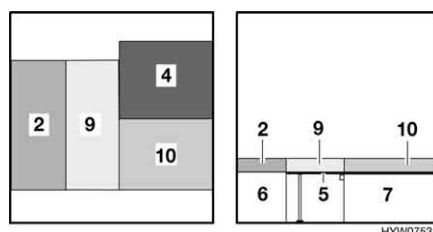

Fig. 107 Dopo la trasformazione
- Posizionare il cuscino aggiuntivo con la tavola di rinforzo (Fig. 107,9) fra il cuscino dei sedili centrali (Fig. 107,4) e il cuscino del divano (Fig. 107,2).
- Posizionare il cuscino aggiuntivo (Fig. 107,10) sul tavolo sospeso (Fig. 107,5).